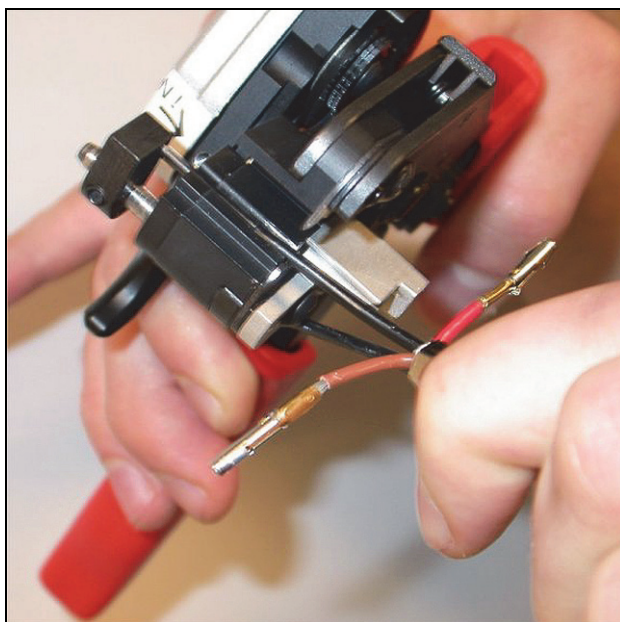

figure 30.19: Dénudage d'une fibre
- 16 Faites glisser l'une des fibres dans la partie avant de la pince à couper/dénuder la fibre (outil 6, voir figure 30.19).